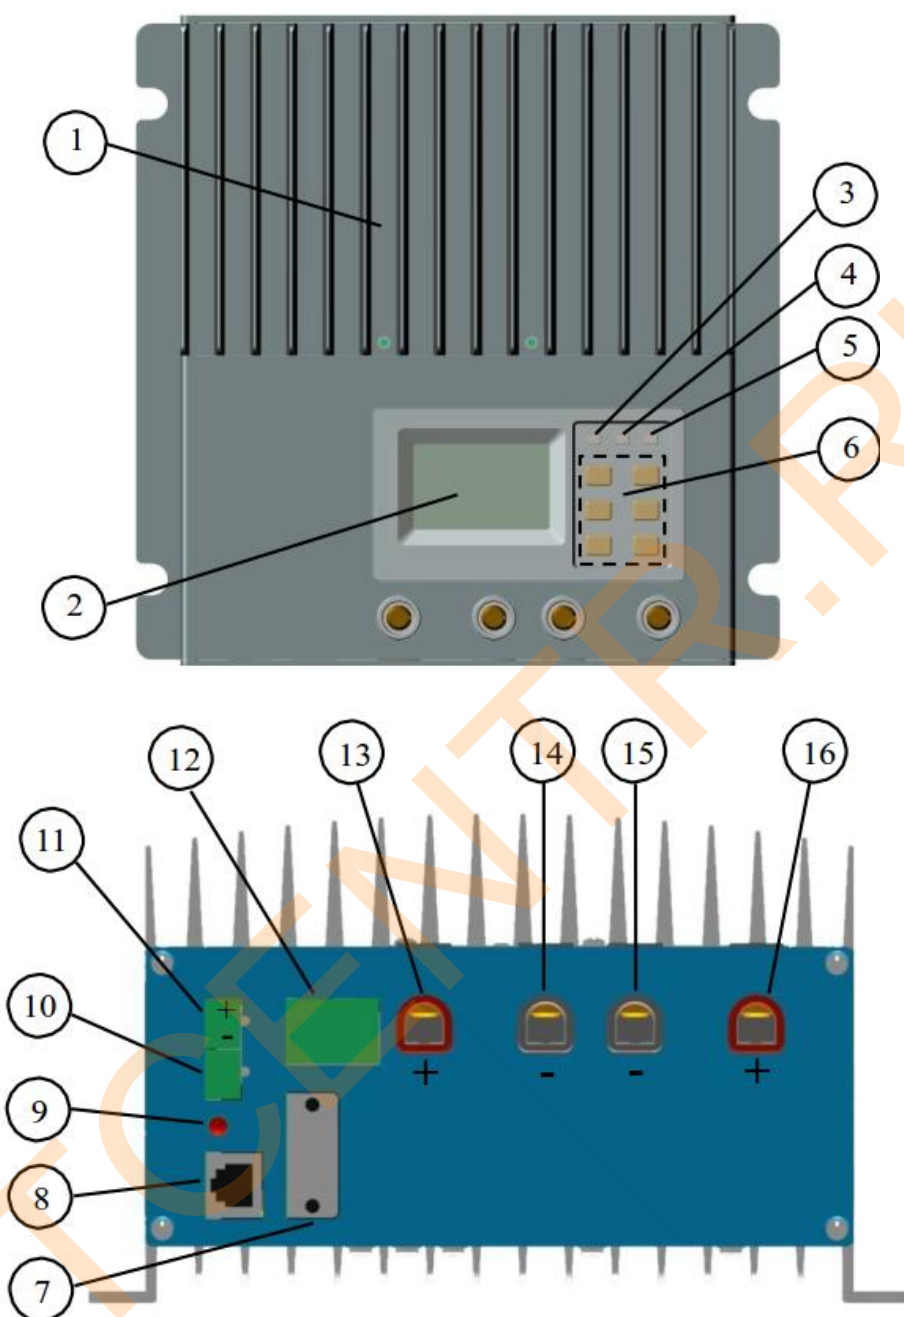

Рис. 2-1 Характеристики
Входящий в комплект термодатчик TS-R необходим для температурной компенсации в процессе заряда. Подсоедините TS-R к MC1.5.3.81-2L порту (10) (рис.2-1). У датчика нет полярности, поэтому – и + можно менять местами. Инструкция по установке находится в пакете с TS-R. Контроллер не выйдет из строя, если по ошибке подключить TS-R к порту измерителя напряжения.
При протекании большого тока, напряжение на батарее и на контроллере может отличаться из-за падения напряжения на соединительных проводах, поэтому в контроллере предусмотрен отдельный измеритель напряжения. Подсоедините провода от батареи к MC1.5.3.81-4L порт (11) контроллера (рис. 2-1). Соблюдайте полярность. Наличие отдельной линии измерения напряжения не обязательно, но рекомендуется для лучшей работы системы. Провод следует использовать сечением от 0,25 до 1мм², длиной не более 30метров.
Последовательный RS-232 порт является стандартным 9-контактный разъем (DB9). Затяните винты на обеих сторонах гнезда. Порт (9), рис. 2-1.
Если у вас есть CAN BUS оборудование, подключите его к порту (12), рис. 2-1.
Ethernet порт - стандартный RJ-45 разъем. Используйте кабель «витая пара» и RJ-45 разъем коннекторы для соединения (порт (8) на рис. 2-1.